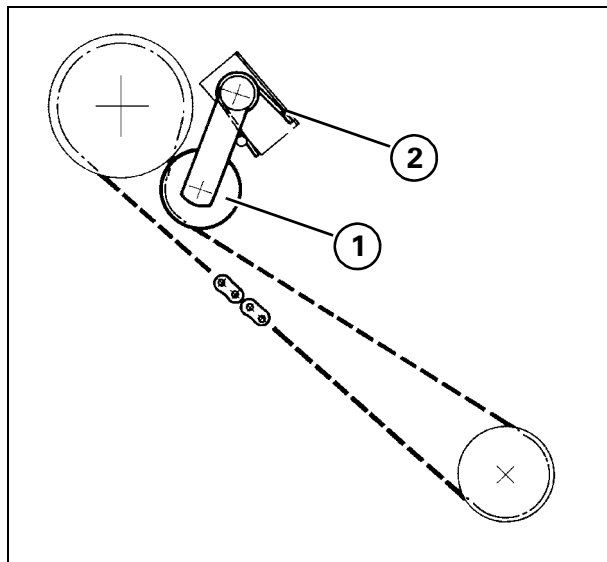

Рис. 37
31. ЦЕПНОЙ ПРИВОД ШНЕКА ЗАГРУЗКИ БУНКЕРА - Рис. 37